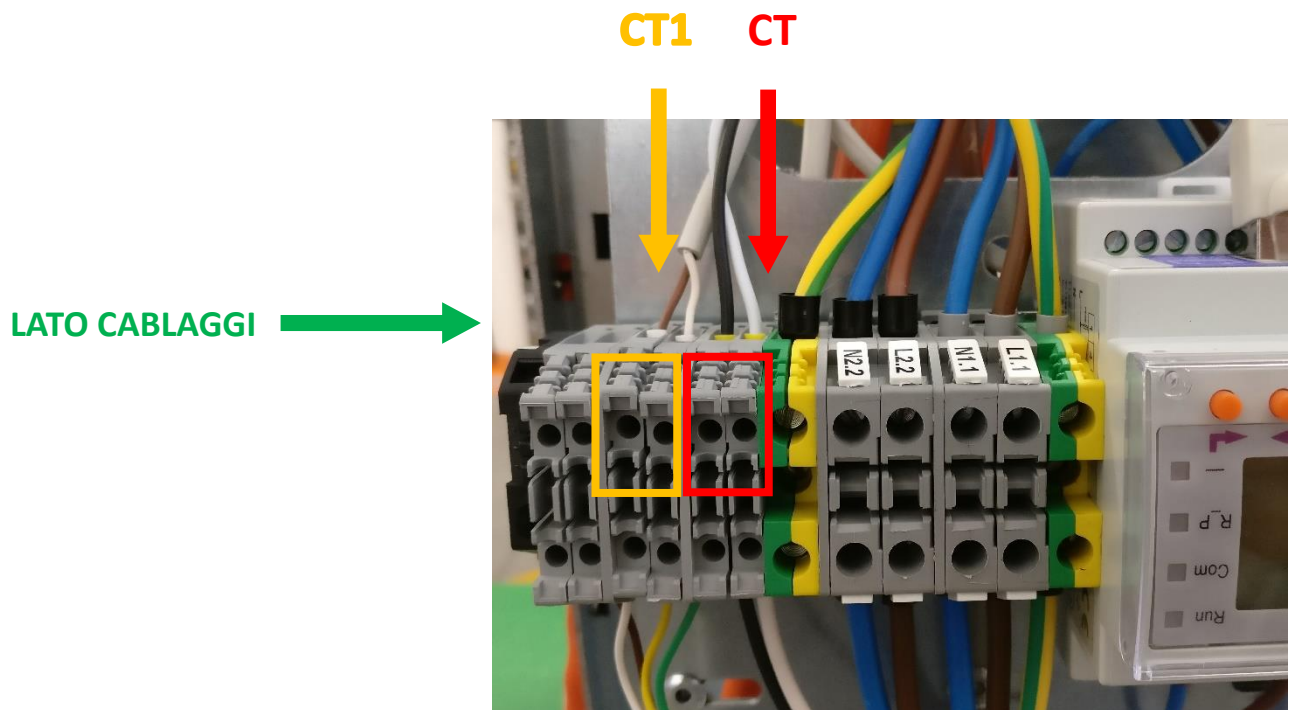

Figura 30 - Morsettiera ZON.E linea CT1 e CT2
8. Collegare la linea **CT** e la linea **CT1** ai morsetti rispettando le indicazioni degli schemi elettrici e di Figura 30: